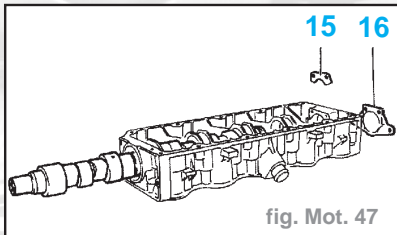

fig. Mot. 47
- la butée d'arbre à cames (15) (fig. Mot. 47).
- la pompe à vide ou la plaque de fermeture (16) (suivant équipement) (fig. Mot. 47).
- Reposer la butée d'arbre à cames (fig. Mot. 47).